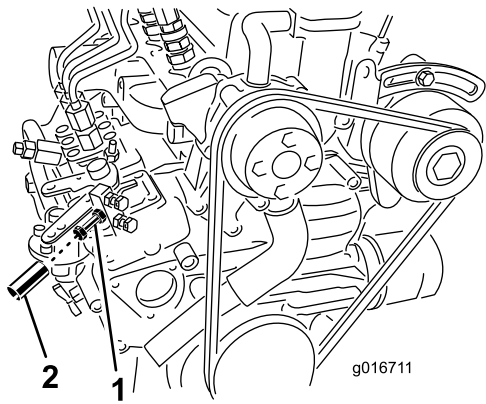

Bild 4
3. Stellen Sie die Motordrehzahl mit dem Tacho und der Einstellschraube der Gasbedienung am Motor (Bild 4) auf höchstens 3.200 U/min; ziehen Sie dann die Klemmmutter an der Einstellschraube an.
5. Schieben Sie ein Aluminiumrohr über die Einstellschraube und Klemmmutter der Gasbedienung (Bild 4) und klemmen sie über die Schraube, damit die Schraube nicht mehr eingestellt werden kann.